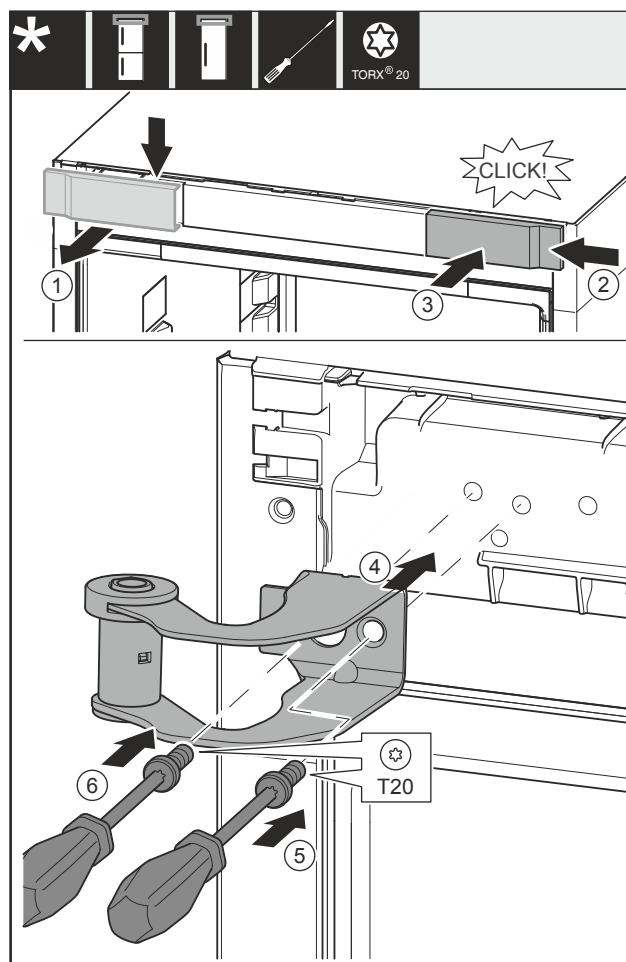

Fig. 17
- ▶ Odeberte kryt Fig. 17 (1) shora dopředu.
- ▶ Kryt Fig. 17 (2) otočený o 180° zavěste na druhé straně zprava.
- ▶ Zaklapněte kryt Fig. 17 (3).
- ▶ Nasad'te horní stojan ložiska Fig. 17 (4).
- ▶ Utáhněte šroub Fig. 17 (5).
- ▶ Utáhněte šroub Fig. 17 (6).